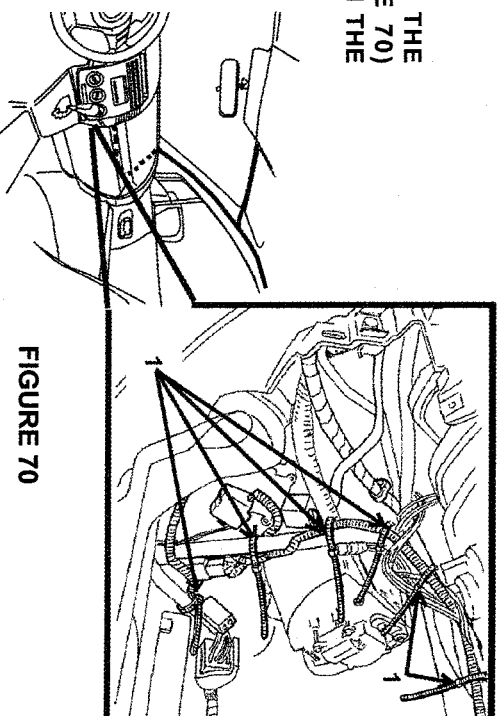

FIGURE 70
- 6.) LOOP THE EXCESS DVD MAIN HARNESS IN THE GLOVE BOX AREA. (AS SHOWN IN FIGURE 70) SECURE THE HARNESS USING 6 TIE WRAPS IN THE LOCATIONS INDICATED (1).